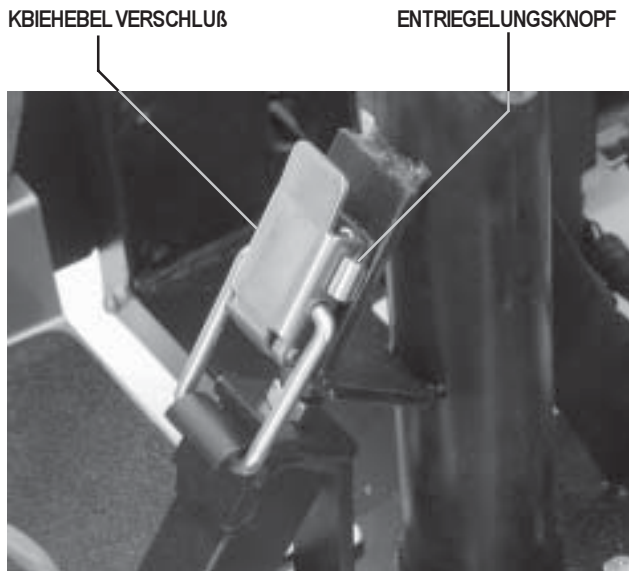

Abb. 17. Kniehebelverschluss (zu)
1. Entriegelungsknopf drücken und gleichzeitig den Kniehebelverschluss ziehen. Siehe Abb. 17.
5. Kniehebelverschluß sichern. Siehe Abb. 17.